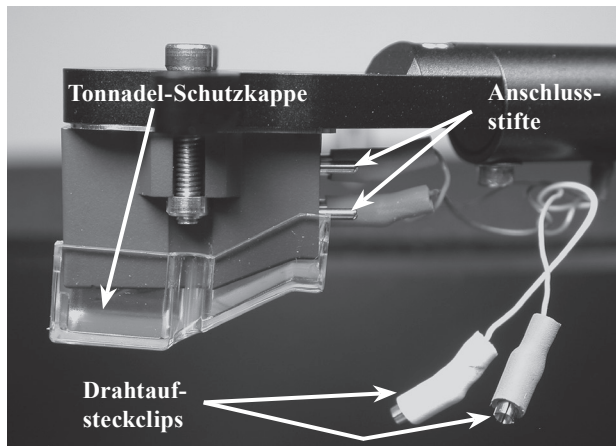

Abbildung 18
3. Stecken Sie unter Verwendung eines geeigneten Werkzeugs die vier farbcodierten, an der vorderen Unterseite des Tonarmes herausgeführten Leitungsdrähte an der Rückseite des neuen Tonabnehmers an, wobei Sie die mit diesem Tonabnehmer mitgelieferte Montageanleitung befolgen müssen. Siehe Abbildung 18. Im Folgenden ist die Drahtfarbkennzeichnung an der Headshell des Tonarmes aufgelistet: